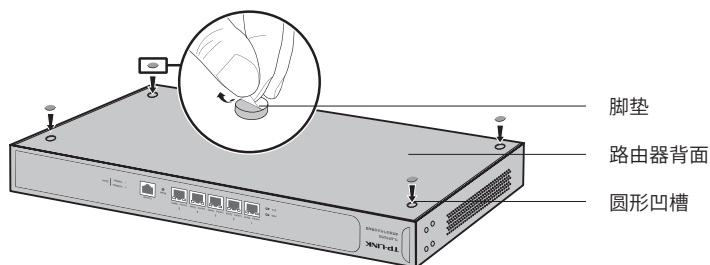

图2-3 桌面安装示意图
- 逐个揭去4个脚垫的胶面保护纸，分别黏贴在位于机壳底部四角的圆形凹槽中，如图2-3所示；